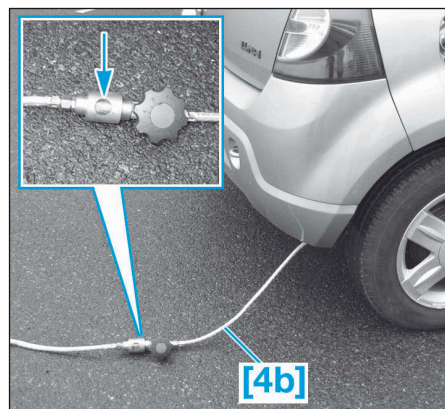

FIG.34
- Ouvrir la vanne de débit (placé sur le flexible [4b]) sur la position 1 (Fig.34). Le brûleur se met en route.